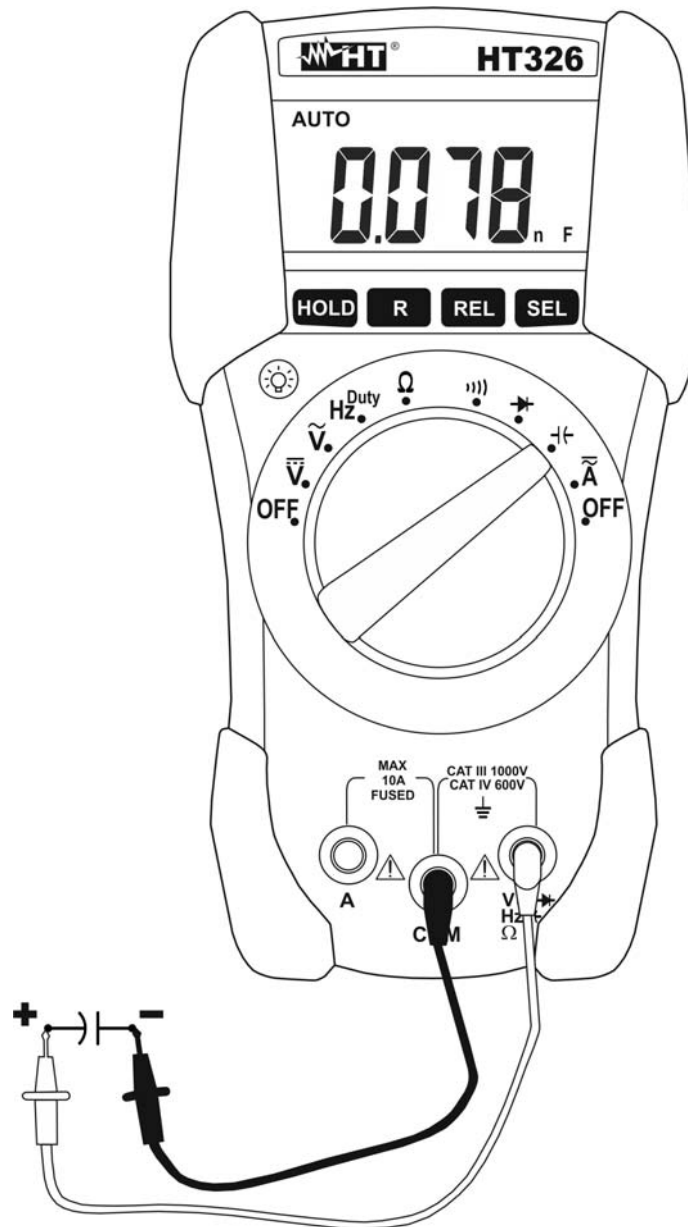

Abb. 10: Kapazitätsmessung
3. Verbinden Sie die rote und schwarze Krokodilklemme mit dem Kondensatoranschluss unter Beachtung der Polarität (s. Abb. 10). Der Kapazitätswert wird angezeigt.